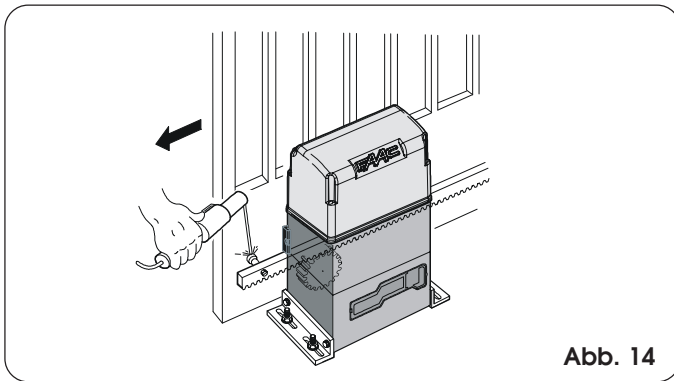

Abb. 14
- 3) Das erste Stück der Zahnstange bündig auf dem Ritzel auflegen und den Gewindestift am Tor festschweißen, laut Angaben in Abb. 14.